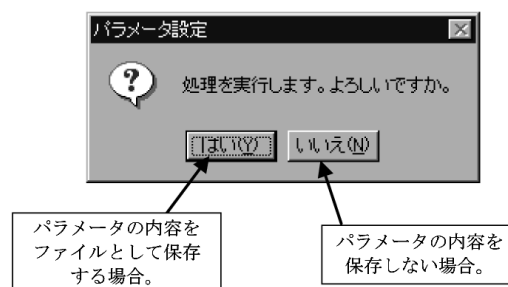

図 9.4.3 メッセージボックス
4. 「保存(S)」をクリックすると、図9.4.3のようなメッセージボックスが表示されます。